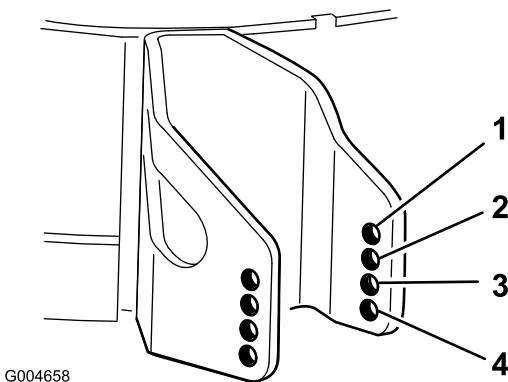

Figura 19
- Scegliete il foro in modo da posizionare il rullo antiscalpo all'altezza di taglio corrispondente più vicina all'altezza richiesta (Figura 19).